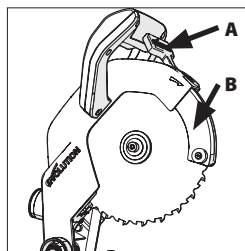
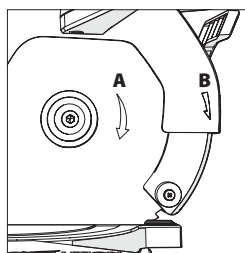

Fig. 28
Fig. 29
Para colocar a lâmina, pressione a alavanca de bloqueio do resguardo de proteção inferior da lâmina (A), empurre o resguardo inferior (B) para cima para dentro do resguardo superior e mantenha-o nessa posição (**Fig. 28**). Coloque uma lâmina nova dentro do bloqueio do eixo certificando-se de que fica colocada no encaixe da flange e depois, lentamente, coloque o resguardo de proteção inferior novamente à sua posição original. Certifique-se de que a seta do sentido de rotação da lâmina (A) corresponde com a seta do sentido de rotação do resguardo superior (B) (**Fig. 29**).